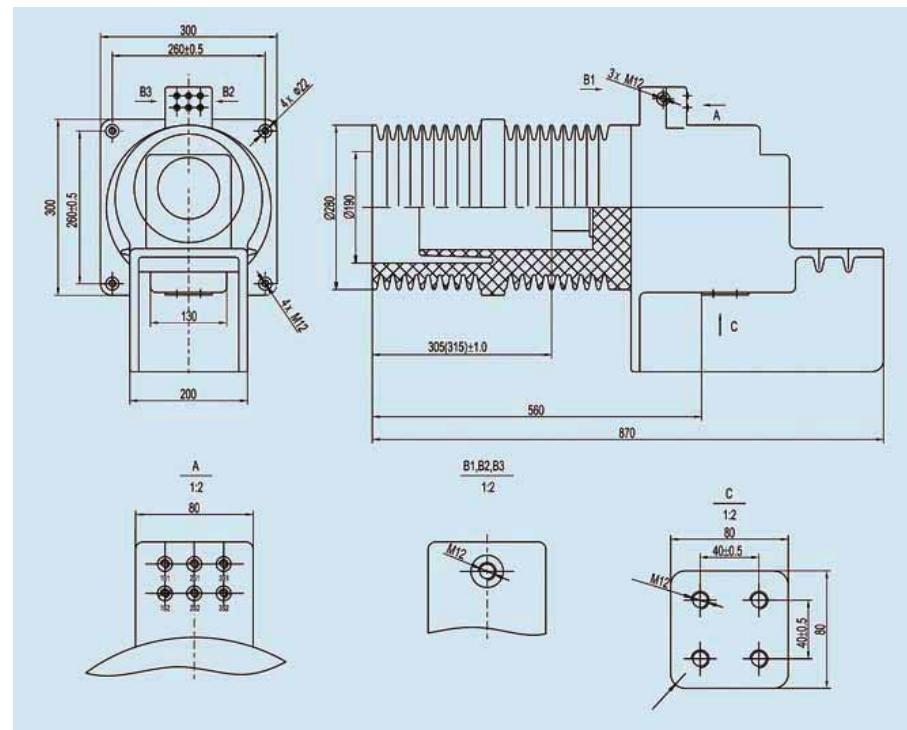

Рис. 6.1 Внешний вид и размеры трансформатора тока LDJ5-35Q/300
6. Внешний вид и размеры (см. рис. 6.1)